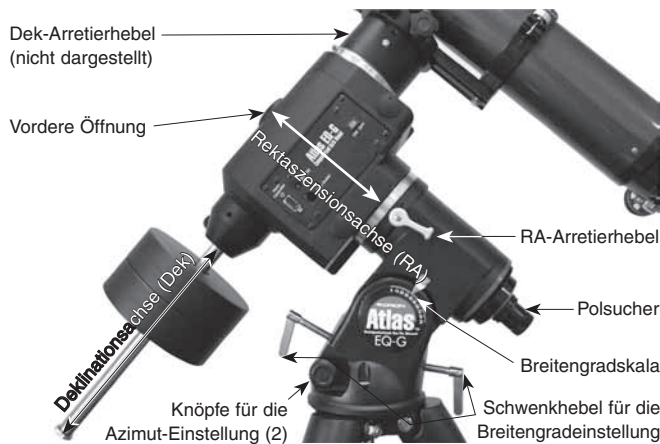
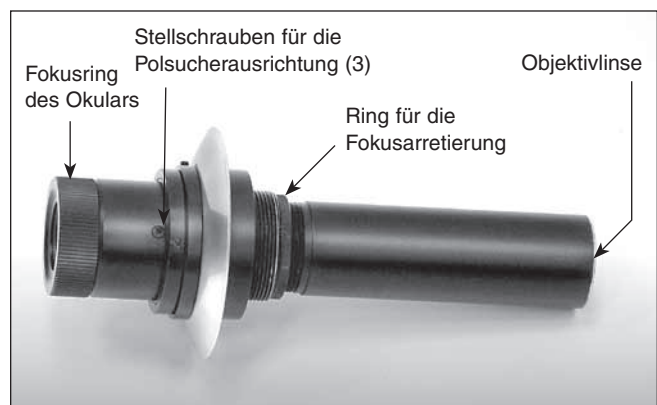

Abbildung 5. Die Atlas-EQ-G-Montierung.
Abbildung 7. Der Polsucher.
Während Ihrer Beobachtungen des Nachthimmels haben Sie sicherlich schon bemerkt, dass sich die Sterne im Laufe der Zeit langsam von Osten nach Westen zu bewegen scheinen. Diese scheinbare Bewegung wird durch die Erdrotation verursacht (von Westen nach Osten). Eine parallaktische Montierung (Abbildung 5) ist so konstruiert, dass sie diese Bewegung ausgleichen kann. Dadurch können Sie die Bewegung astronomischer Objekte problemlos „verfolgen“, ohne dass diese während der Beobachtungen aus dem Sichtfeld Ihres Teleskops wandern.
2. Die Montierung ist mit zwei Schwenkhebeln für die Breitengradeinstellung ausgestattet (siehe Abbildung 5). Öffnen Sie einen davon, während der andere geschlossen bleibt. Auf diese Weise stellen Sie den Breitengrad der Montierung ein. Stellen Sie die Montierung so ein, dass der Zeiger auf der Breitengradskala auf den Breitengrad Ihres Standorts zeigt. Wenn Sie den Breitengrad Ihres Standorts nicht wissen, können Sie in einem Atlas nachschlagen. Angenommen, der Breitengrad Ihres Standorts ist 35° Nord, dann stellen Sie den Zeiger auf „ 35° “. Von nun an muss die Breitengradeinstellung nur dann erneut angepasst werden, wenn Sie Ihre Beobachtungen an einem anderen, weiter entfernten Standort durchführen möchten.
3. Öffnen Sie den Dek-Arretierhebel, und schwenken Sie das Optiktrohr des Teleskops in eine Position parallel zur RA-Achse (Abbildung 5).
Im Lieferumfang der Atlas EQ-G-Montierung ist ein Polsucher enthalten (Abbildung 7). Dieser ist in der Rektaszensionsachse der Montierung untergebracht. Wenn der richtig ausgerichtet und verwendet wird, macht er die Poljustierung zum Kinderspiel. Schrauben Sie die Abdeckung an der Rückseite der Rektaszensionsachse der Montierung ab und entfernen Sie die Kappe von der vorderen Öffnung der Montierung (Abbildung 5). Nun können Sie durch den Polsucher schauen.
4. Schauen Sie erneut durch den Polsucher. Ist das betrachtete Objekt noch auf dem Fadenkreuz zentriert? Wenn ja, ist keine weitere Anpassung erforderlich. Wenn nicht, schauen Sie durch den Polsucher, während Sie die Montierung über die RA-Achse drehen. Sie werden feststellen, dass das Objekt, das Sie zuvor zentriert haben, sich im Polsucher auf einer Kreisbahn bewegt. Verwenden Sie die drei Stellschrauben für die Polsucherausrichtung (Abbildung 7), um das Fadenkreuz des Polsuchers zum scheinbaren Zentrum dieser Kreisbahn zu bewegen.
5. Verwenden Sie nun die Knöpfe für die Azimut-Einstellung (Abbildung 2) und die Schwenkhebel für die Breitengradeinstellung (Abbildung 5) an der Montierung, um den Polarstern in dem kleinen als „Polaris (Polarstern)“ markierten Kreis im Fadenkreuzmuster des Polsuchers zu positionieren. Zur Verwendung der Knöpfe für die Azimut-Einstellung müssen Sie zuerst den Drehgriff an der mittleren Haltestange unter der Montierung entfernen. Sobald der Polarstern richtig im Fadenkreuz positioniert ist, haben Sie eine genaue Poljustierung erreicht. Ziehen Sie den Drehgriff unter der Montierung wieder fest.
Der Polsucher wird normalerweise durch einfaches Drehen des Fokusrings am Okular fokussiert. Wenn Sie allerdings nach dem Fokussieren mit dem Fokusring feststellen, dass das Bild des Fadenkreuzmusters scharf ist, aber die Sterne unscharf erscheinen, müssen Sie den Fokus an der Objektivlinse des Polsuchers einstellen. Entfernen Sie dazu zunächst den Polsucher aus der Montierung, indem Sie ihn heraus-schrauben. Schauen Sie durch den Polsucher auf einen Stern (bei Nacht) oder auf ein mindestens 1/4 Meile (400 bis 500 m) entferntes Objekt (am Tag). Stellen Sie das Fadenkreuzmuster mit Hilfe des Fokusrings am Okular scharf. Öffnen Sie nun den Ring für die Fokusarretierung (Abbildung 7) und schrauben Sie das gesamte Objektiv des Polsuchers nach innen oder außen, bis das Bild scharf erscheint. Ziehen Sie den Ring für die Fokusarretierung wieder fest. Wenn die Objektivlinse des Polsuchers einmal fokussiert ist, sollte dieser Vorgang nicht noch einmal durchgeführt werden müssen.